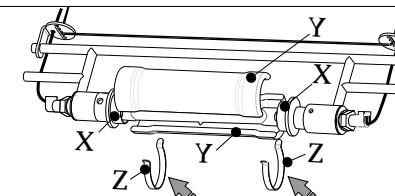

Fig. 7
15. Insert bulb inside double ended socket, then place the two half safety glass pyrex tubes "Y" in order to be coupled inside the opposite collars of rings "X" as shown. Clamp the two parts by pushing the two release springs "Z" as shown in Fig.7.
7. **Fig.7** Dopo aver inserito la lampadina Alogena R7s, accoppiare le due metà del vetro di protezione pyrex "Y" all'interno della sede costituita dai due anelli laterali "X". Assicurare le due metà inserendo a scatto le molle "Z" alle estremità del vetro Pyrex, come illustrato in figura 7.
7. **Abb.7** Nachdem das halogene Glühmittel (R7s) eingeführt worden ist, die zwei Hälften des Schutzglases "Y" aneinander legen und in die beiden Seitenringe "X" legen. Die zwei Hälften aneinander sichern, indem man die zwei Klammern "Z" an die Enden des Schutzglases festklammert (siehe Abbildung 7).
7. **Fig.7** Après avoir inséré l'ampoule halogène R7s, coupler les deux moitiés du verre de protection pyrex "Y" à l'intérieur de la siège formée par les deux bagues latérales "X". Assurer les deux moitiés en insérant à déclic les ressorts "Z" aux bouts du verre Pyrex, comme montré dans la figure 7.
7. **Fig.7** Después de haber introducido la bombilla Halógena R7s , junta las dos mitad del vidrio de protección pirex "Y" dentro del asiento constituido de los dos anillos laterales "X" . Asegure las dos mitad introduciendo a clic los muelles "Z" a la extremitad del vidrio Pirex, como ilustrado en figura 7.